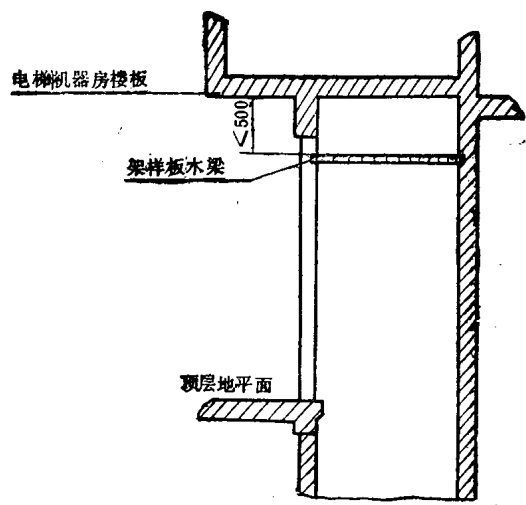
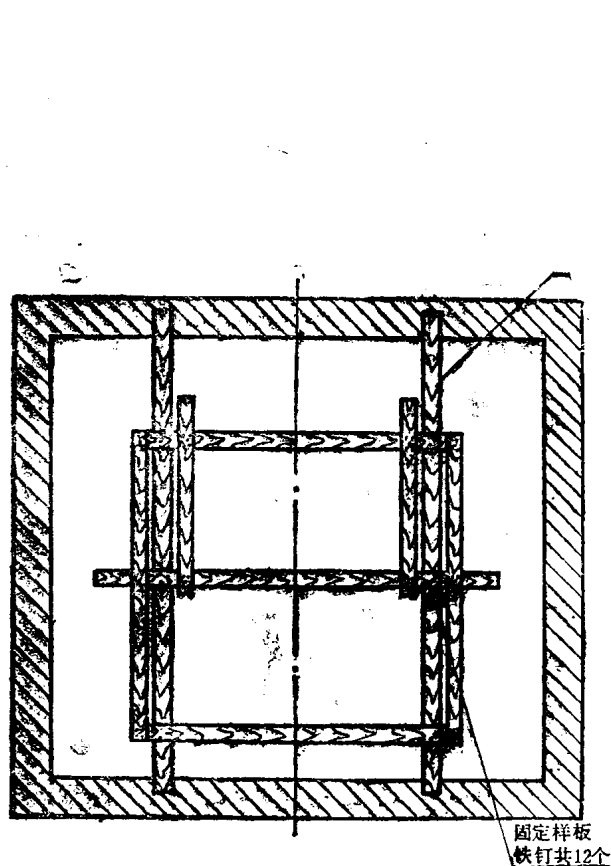
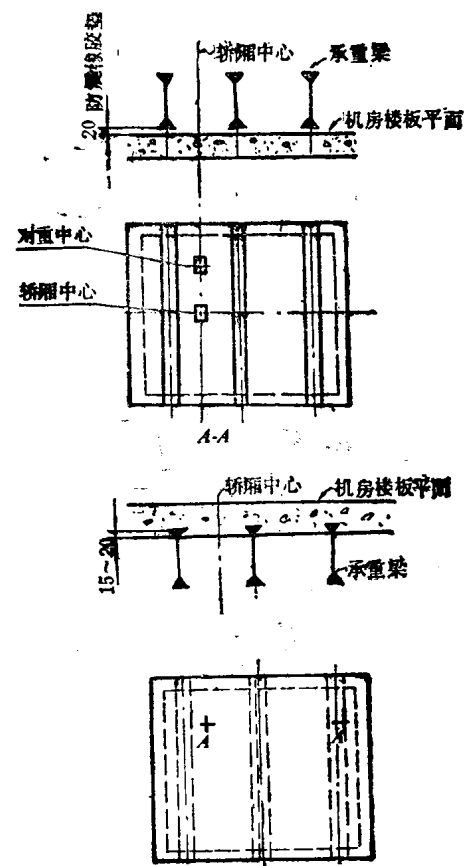

图 5
图 6
图 7
(2) 安置样板、放垂直线 首先应在电梯井道上方,距离电梯机器房楼板大约500~600mm处(见图5),即最高层门口上方的对面两壁上相对等高剔四个孔,然后将两根上面刨光刨平的木梁(截面不小于 $100\times 100\text{mm}$)托着已钉制好的样板放入孔内架好(见图6)。两根木梁校正成平行和水平后,将两端固定紧,这时方可把轿厢门口线和大小导轨架的线用直径 $0.7\sim 0.89\text{mm}$ (20~22#)镀锌铁丝(40米以上的楼房可采用 $0.7\sim 1\text{mm}$ 的低碳钢丝)在样板上垂直放下去,直到梯井底坑,下边坠上5kg左右的大线坠,将垂线拉直。轿厢门口线与各层的厅门口基本校正,样板的中心(即轿厢与对重的中心)一定要在楼板工字梁的中间(根据建筑设计要求,无隔音层的,工字梁放在楼板平面上;有隔音层的,工字梁多数放在楼板下面)如图7所示。按照图纸尺寸校正后用长铁钉将样板固定到两个架样板的木梁
上，如图 6 所示。